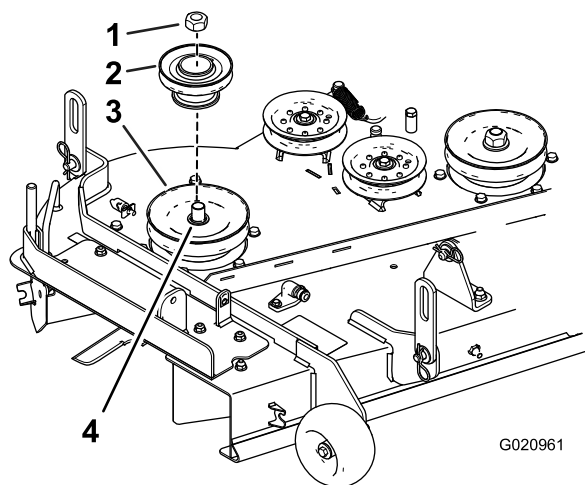

Figure 7
2. Montez l'ensemble poulie sur la poulie de tablier droite avec l'écrou retiré précédemment. N'utilisez pas la rondelle. Conservez la rondelle et utilisez-la quand l'ensemble poulie est déposé (Figure 7).